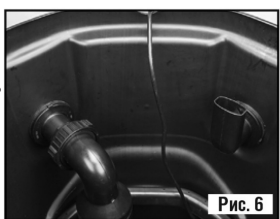

Рис. 6
- В случае подключения одного насоса водопровод насоса прикрепляется к одной перегородке, а дополнительная перепускная линия или заглушка 5,08 см (если перелив не требуется) прикрепляется к другой перегородке. Угол перегородок можно использовать как вам удобно, выбрав перегородку, которая лучше всего подойдет для направления установки водопровода (см. Рис. 6).